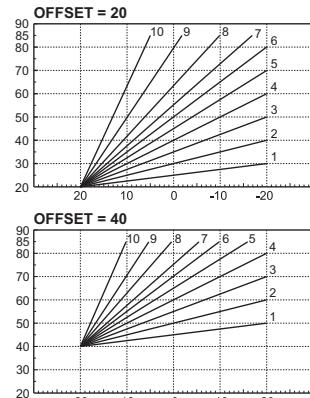

fig. 25 - Esempio di spostamento parallelo delle curve di compensazione
**Offset:** Entrando in questo sotto-menu si accede allo spostamento parallelo delle curve tramite i tasti **+** e **— sanitario**. Fare riferimento alla fig. 25 per le caratteristiche.